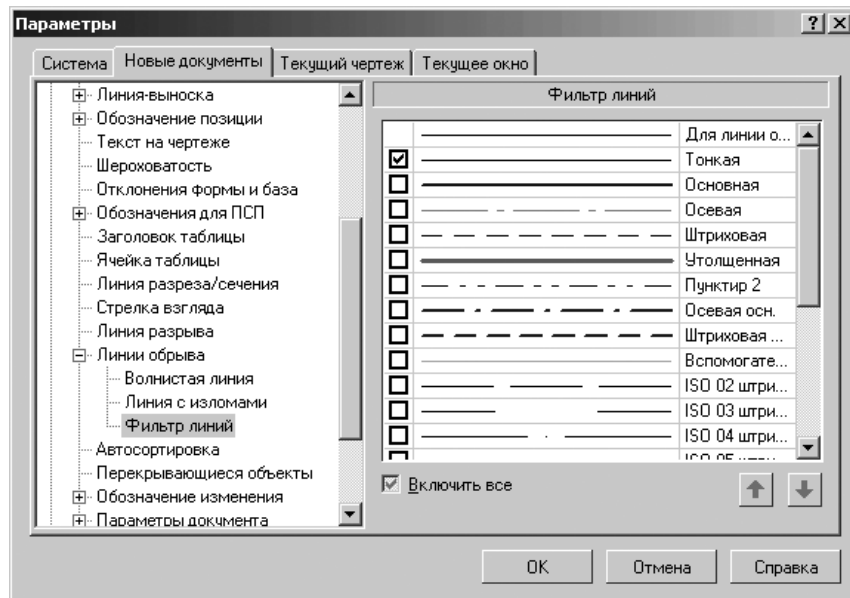

Рис. 10.73. Диалоговое окно **Параметры** с открытой вкладкой **Новые документы** и панелью **Фильтр линий**
- щелкните в списке настраиваемых элементов  **Линия обрыва** по пункту **Фильтр линий**. В правой части появится панель **Фильтр линий**, показанная на рис. 10.73;